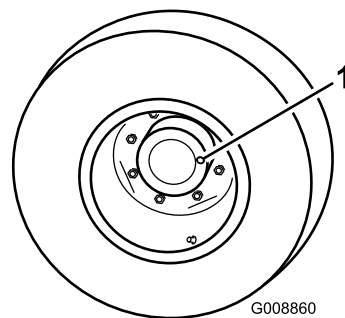
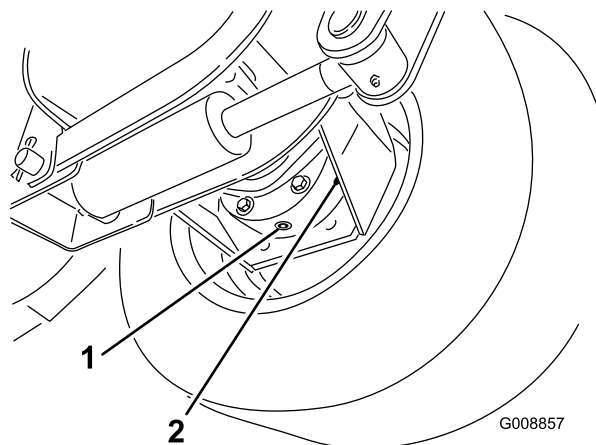

図 72
図 73
1. 平らな場所で、ホイールの点検/ドレン・プラグ（図 72）が時計の3時または9時の位置に来るように停止させる。
2. プラネタリ（図 72）についている点検プラグとブレーキハウジング（図 73）についている点検プラグを取る。それぞれの点検プラグの高さから3mm以内の高さまでオイルが入っていれば適正である。
3. ホイールの反対側では、ブレーキハウジング下に容器を置く (図 73)。